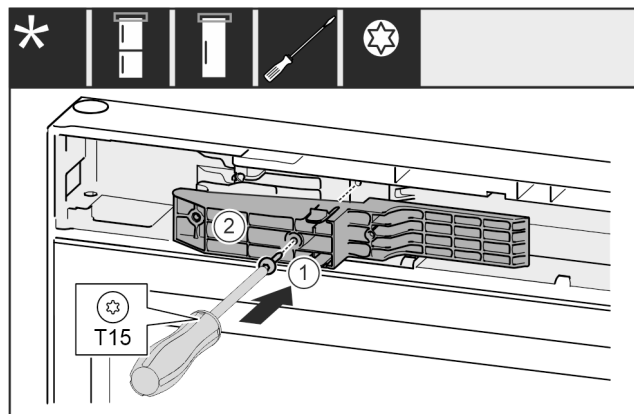

Fig. 68 *
- ▶ 将把手侧的适配件 Fig. 68 (1) 插入凹槽。*
- ▶ 将螺钉 Fig. 68 (2) 用螺丝刀拧紧。*